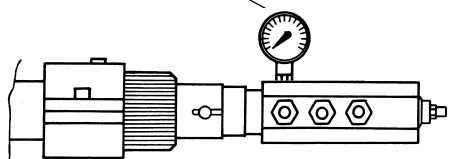

Fig. 18
- 7 La pressione di alimentazione ugello è già pre-tarata in fabbrica e non deve essere cambiata. Solo se necessario, regolare la pressione di alimentazione (vedi relativo paragrafo) nel modo seguente: inserire un manometro nella posizione indicata in Fig. 18 agire sulla vite di regolazione **VR** della pompa (vedi Fig. 17) fino ad ottenere una pressione all'ugello pari a 25 bar (ugelli Fluidics - vd. grafico a pag. 21);